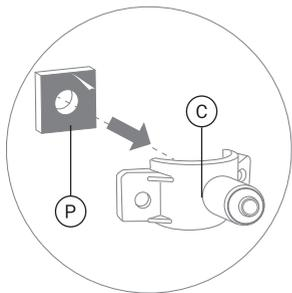

Рис. 12
- Снимите с уплотнительной прокладки (Р) защитную пленку. Приклейте прокладку с внутренней стороны хомута (С), одновременно совмещая отверстие в прокладке с выходным отверстием в хомуте (рис. 12).